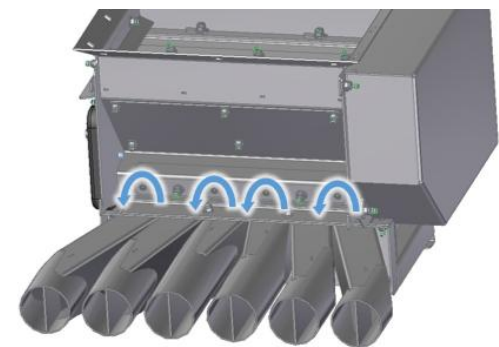

Abbildung 40
- Um den Besen näher zur Säwelle zu stellen, müssen diese 4 Schrauben gegen den Uhrzeigersinn gelockert werden. Durch das drehen nach links schiebt sich der Besen weiter richtung Säwelle und streift somit feineres Saatgut besser ab (siehe Abbildung 40).